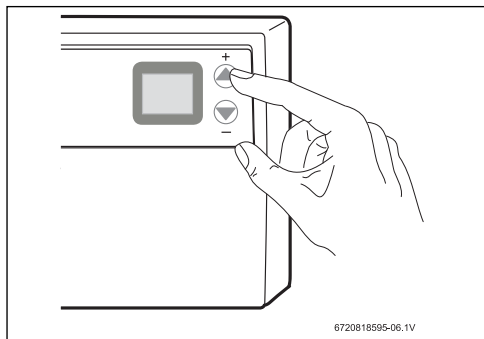

Fig. 18 Increase temperature
- Pulse ARRIBA para aumentar la temperatura deseada (Fig. 18).